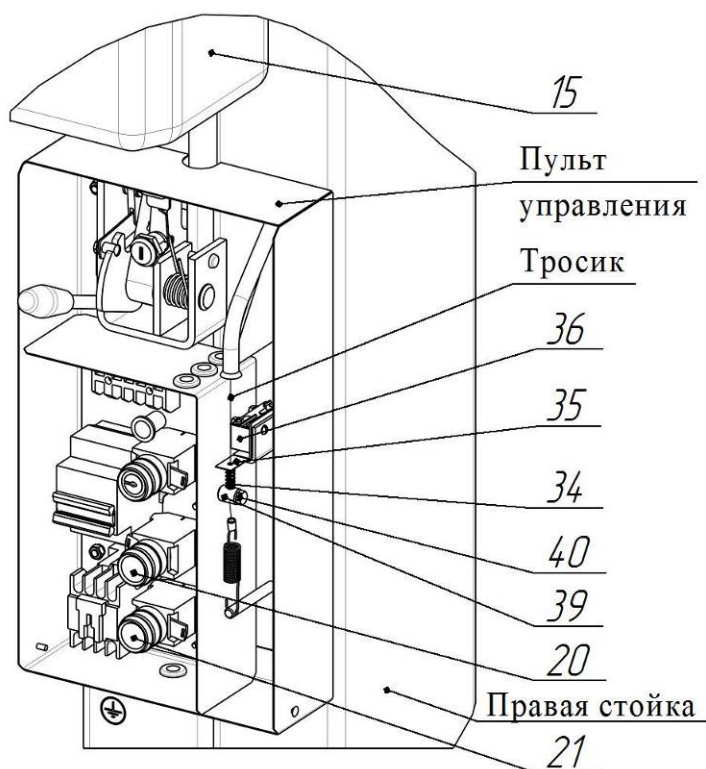

Рисунок 6.6 – Система автоматического отключения насосной станции при достижении каретки крайнего верхнего положения
6.12.1 Система автоматического отключения привода насосной станции 15 при достижении нижней части каретки 4 крайнего верхнего положения (~1745 мм от основания стойки) установлена и отрегулирована на предприятии-изготовителе (рисунок 6.6).